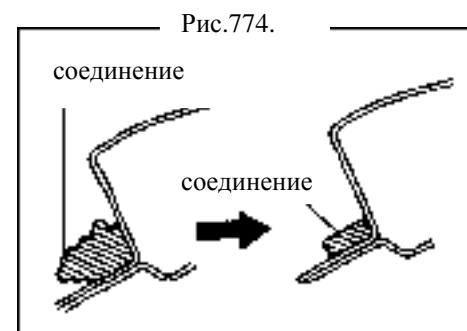

Рис.774.
- (b) Проверьте плоскостность поверхности контакта (рис.774).